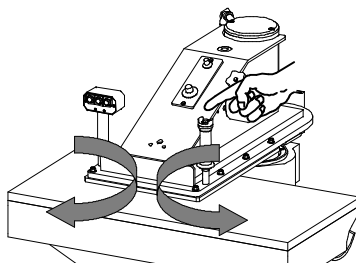

Fig. 11
- b) Le bras peut être déplacé à droite autant qu'à gauche, avec une rotation totale de 180° en employant les deux poignées appropriées. Sur celle à droite se trouve le bouton-poussoir pour la commande bimanuelle (Fig. 11).